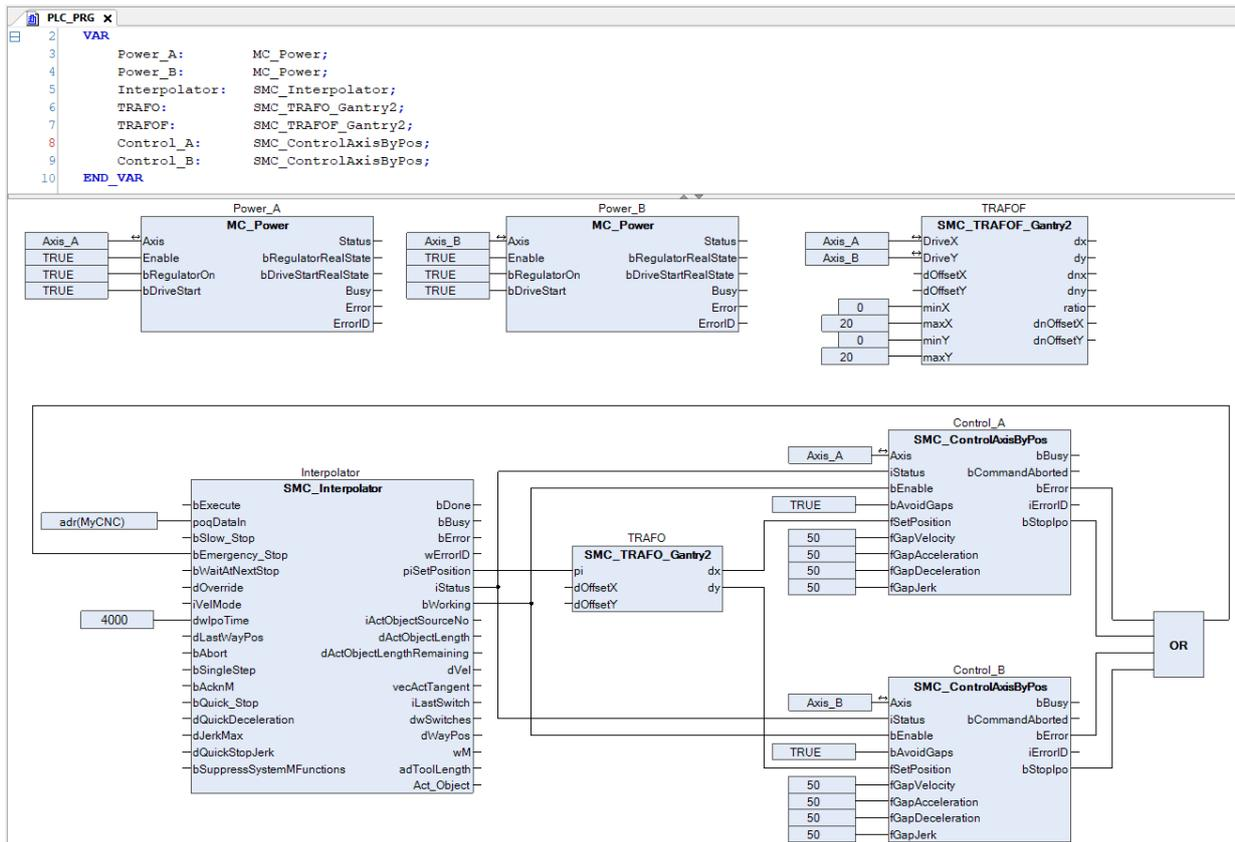

Figura 5.26: Programa para ejecutar caminos CNC.
El programa estándar para ejecutar un camino CNC controlando un sistema del tipo pórtico 2D es presentado en la Figura 5.26.
- Declare las instancias de los bloques de función y haga las conexiones de los bloques como es presentado en la Figura 5.26